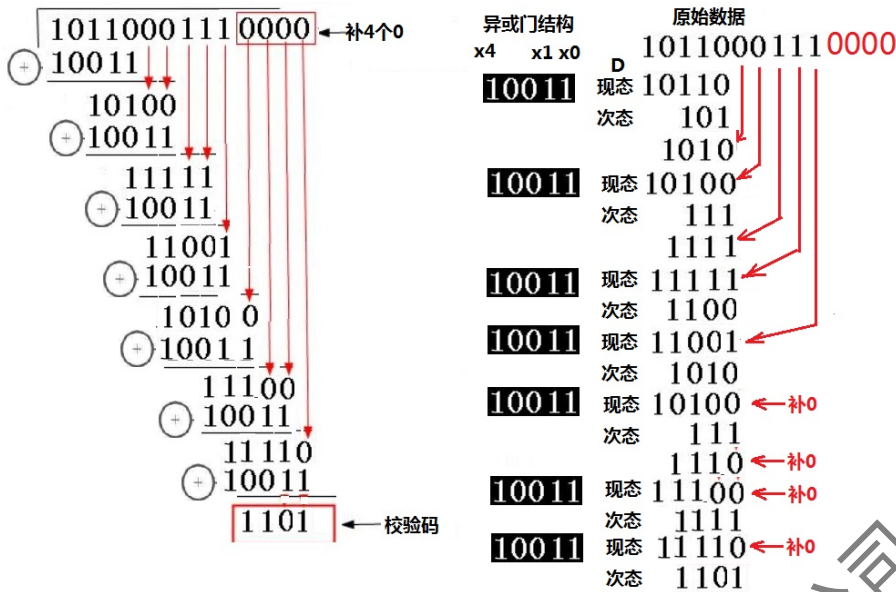
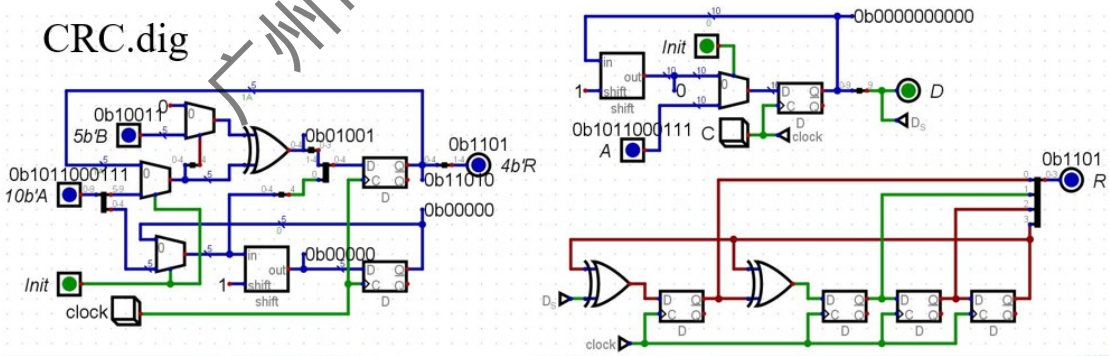

图 1.5.1 CRC 校验码生成原理
图 1.5.2 基于并行异或运算和串行 D 触发器链的校验码生成电路【CRC.dig】
② 10 位数据 1011000111，CRC-4 多项式（即“除数”） $X^4+X^1+X^0$ (10011)，CRC 校验码的编码原理如下图 1.5.1 左边所示。假设除数的二进制位数为 k 位，则在要发送的数据（假设为 m 位）后面加上 $k-1$ 位“0”，然后以这个加了 $k-1$ 个“0”的新数（ $m+k-1$ 位）“异或”上面这个选定的除数，所得到的余数（ $k-1$ 位比特串）就是该数的 CRC 校验码，也称之为 FCS（帧校验序列）。注意：余数的位数一定要是比选定的除数位数少一位，即使前面的位是 0，甚至是全为 0（整除时）也都不能省略。下图 1.5.1 右边显示的是另一种借
③与上述图 1.5.1 对应的校验码生成电路如下图 1.5.2 所示：图 1.5.2 左边是基于并行异或运算的校验码生成电路，原理如上图 1.5.1 左边所示；图 1.5.2 右边是串行 D 触发器链的校验码生成电路，原理如上图 1.5.1 右边所示。CRC 校验码的编码原理是发送端先要在要发送的数据低位拼接一个上述的 CRC 校验码，生成一个新数发送给接收端。这个附加的校验码要使所生成的新数能被发送端和接收端共同选定的除数（例如上述 CRC-4 多项式）“整除”，即不断异或，直到结果最终为 0。
④根据图 1.5.2 的校验码电路图，设置输入端的相应数据，并控制相应输入端的电平；观察输出端的电平和数据，并将结果填入表 1.5 中。